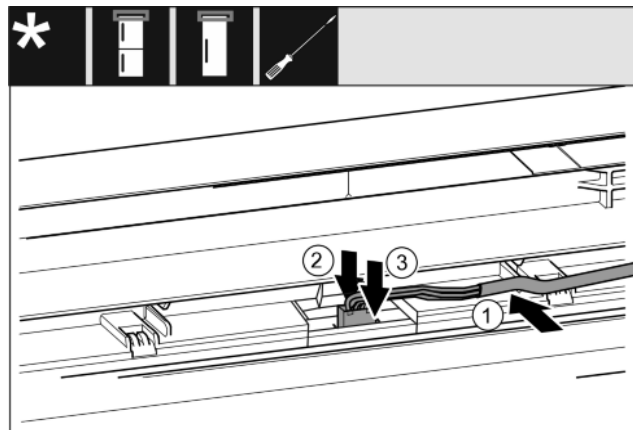

Fig. 35
- ▶ Szary kabel włożyć w prowadnicę w górnych drzwiach. Fig. 35 (1)
- ▶ Zaczep docisnąć do tyłu Fig. 35 (2)
- ▶ Podłączyć wtyczkę. Fig. 35 (3)